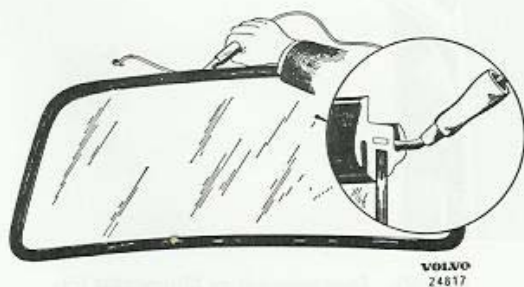

Bild 47. Isättning av snöre i gummilist
3. Anbringa ett snöre (lämpligen terylen), med början i ovansidans mitt, i gummilistens spår för plåtkanten (bild 47).
2. Anbringa ett snöre, lämpligen terylen, med början i ovansidans mitt, i gummilistens spår för plåtkanten (bild 47).